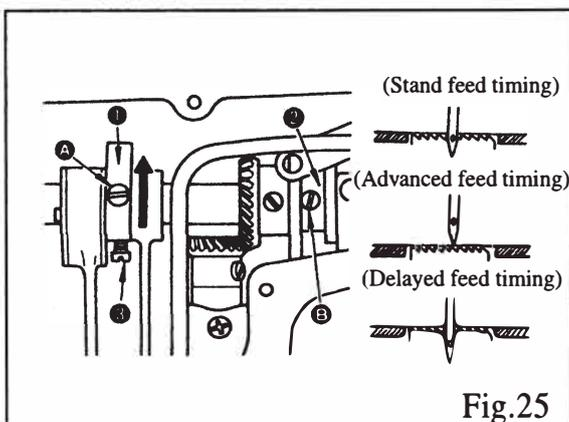

Fig.25
- 1) Afloje la tuerca ②. A medida que gira el regulador del resorte del prensateelas ① en el sentido de las agujas del reloj (en la dirección ③), aumentará la presión del prensateelas.
- 2) A medida que gira el regulador de resorte del prensateelas en sentido antihorario (en la dirección ④), la presión disminuirá.
- 3) Después del ajuste, apriete la tuerca ②.
20. AJUSTE DEL TIEMPO DE ALIMENTACIÓN (FIG. 25)